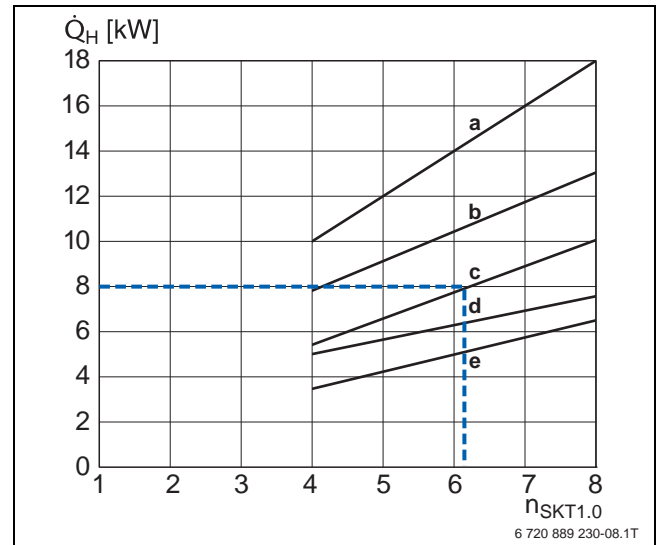
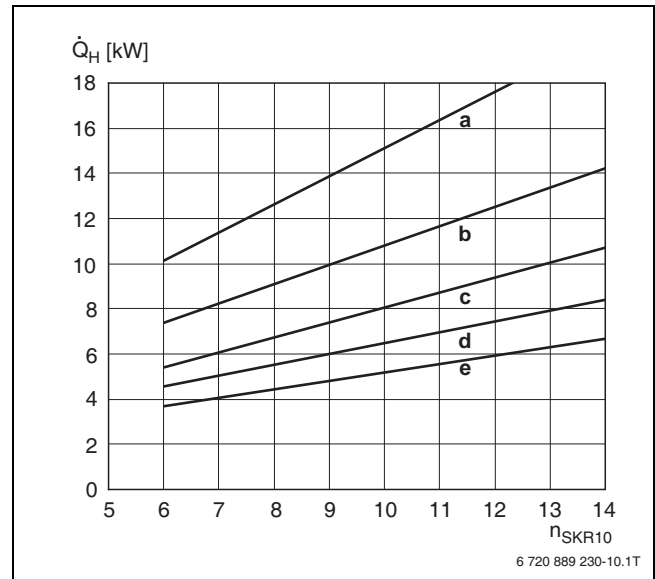

Bild 121 Diagramm zur überschlägigen Bestimmung der Kollektoranzahl Logasol SKT1.0 für Warmwasserbereitung und Heizungsunterstützung (Beispiel hervorgehoben)
Bild 123 Diagramm zur überschlägigen Bestimmung der Anzahl Logasol SKR10 CPC für Warmwasserbereitung und Heizungsunterstützung
Für die Warmwasserbereitung ist in den Diagrammen in Bild 121 ... Bild 123 der mittlere Warmwasserbedarf eines 4-Personen-Haushalts mit 50 l pro Person und Tag angenommen worden.
Die Diagramme in Bild 121 ... Bild 123 basieren auf einer Beispielrechnung mit folgenden Anlagenparametern:
- Nach Diagramm in Bild 121, Kurve c, sind 6 Hochleistungs-Flachkollektoren Logasol SKT1.0 erforderlich.